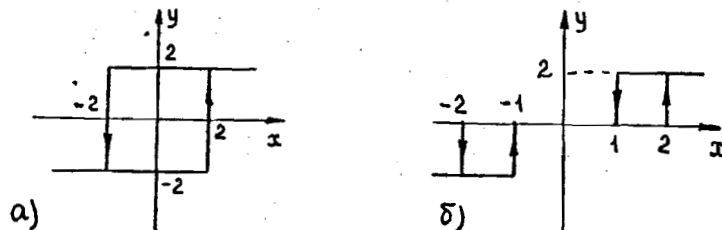

Рис.34
19.* Проанализируйте теоретически преобразование спектра неоднозначной нелинейностью типа двухпозиционного реле с гистерезисом (рис.34, а).
21. Экспериментально исследуйте зависимость амплитуды C_n и фазы φ_n первых пяти гармонических составляющих на выходе неоднозначных нелинейностей (рис.34) от амплитуды входной синусоиды. Результаты измерений оформите в виде графиков